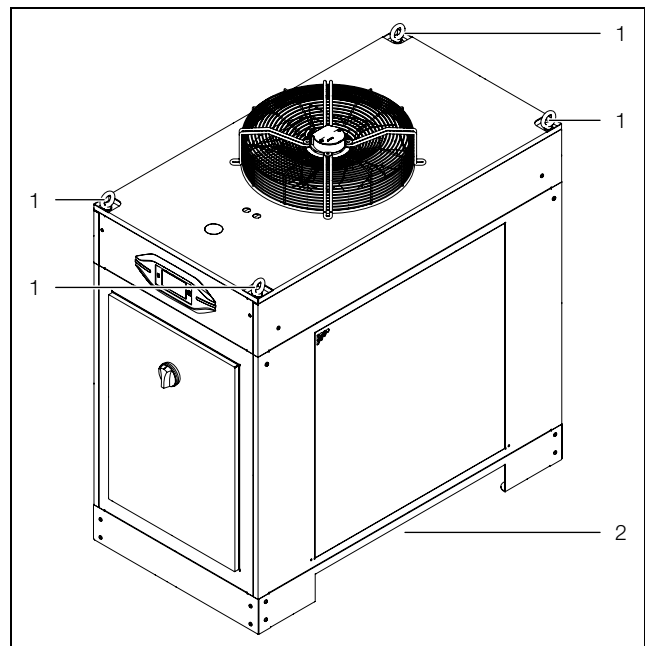

Fig. 15 : transport (le croquis ci-dessus montre le modèle SK 333640x)
- à l'aide des anneaux de transport prévus à cet effet (fig. 15, pos. 1) ou
- à l'aide d'un chariot élévateur en introduisant ses lames par le côté de l'appareil (fig. 15, pos. 2).
#### Légende pour fig. 15